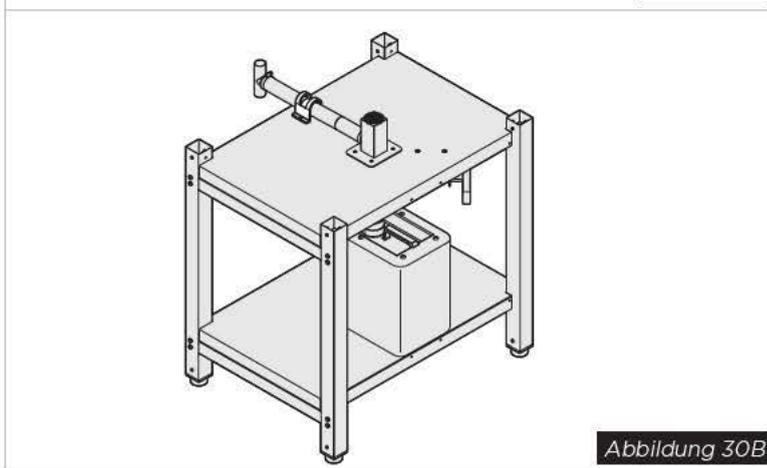

Abbildung 30B
- *Pollo Kit* (XUC020), auf einem hohen Gestell montiert (Cod. XWARC-00EF-H für Backbleche 400x600, Cod. XWVRC-0011-H für Backbleche GN1/1 und Cod. XWVRC-0021-H für Backbleche GN2/1) oder auf Unterbau-Schrank. In diesem Fall fordert eine Meldung am Display dazu auf, manuell das Fett in einem speziellen Behälter mit hermetischem Verschluss über einen Sperrhahn abzuleiten (Abbildung 30B).